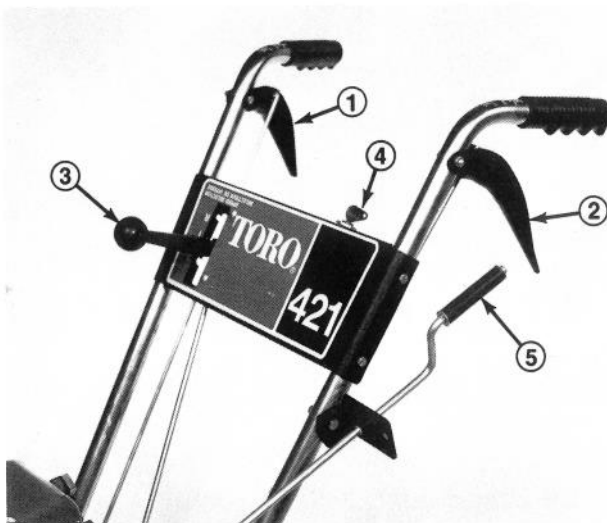

Abb. 16
**Räumwerkkupplungshebel** (Abb. 16) — Dieser Hebel hat zwei Stellungen, nämlich EIN und AUS. Zum Einschalten von Räumwerk und Gebläse drückt man den Hebel gegen den rechten Griffholm. Zum Ausschalten lässt man den Hebel wieder los.
**Antriebskontrolle** (Abb. 16) — Um Antrieb zu betätigen, den Hebel gegen den linken Griffholm drücken. Um Antrieb zu stoppen, den Hebel loslassen.
**Geschwindigkeitsschalter** (Abb. 16) — Dieser Hebel hat vier Stellungen: Rückwärts, 1, 2 und 3. Zum Einlegen der Gänge bringt man den Hebel in die gewünschte Stellung. Der Hebel sperrt sich in jeder Gangstellung in die entsprechende Kerbe. Die Stellungen 1, 2 und 3 je nach Schneeverhältnissen verwenden.
**Zündschloss** (Abb. 16) — Das Zündschloss hat zwei Stellungen, nämlich EIN und AUS. Den Zündschlüssel auf EIN drehen, ehe man den Motor mit dem Rücklaufstarter anwirft. Zum Abstellen des Motors dreht man den Schlüssel auf AUS.
**Auswurfschwenkkurbel** (Abb. 16) – Dreht man die Kurbel nach rechts, so schwenkt der Auswurf nach links, dreht man die Kurbel nach links, so schwenkt der Auswurf nach rechts.
4. Den Zündschlüssel auf EIN drehen (Abb. 16).
1. Räumwerkkupplungshebel und Antriebskontrolle lösen (Abb. 16).
2. Die Drossel auf LANGSAM stellen und den Zündschlüssel auf AUS drehen (Abb. 16).